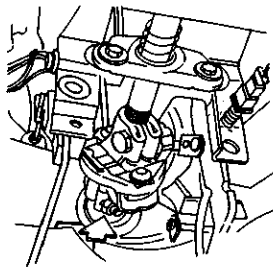

图 3-211 拆下紧固转向齿轮
10) 拆下紧固转向齿轮轴与联轴节的螺栓(如图 3-211 所示), 并使各轴分开。